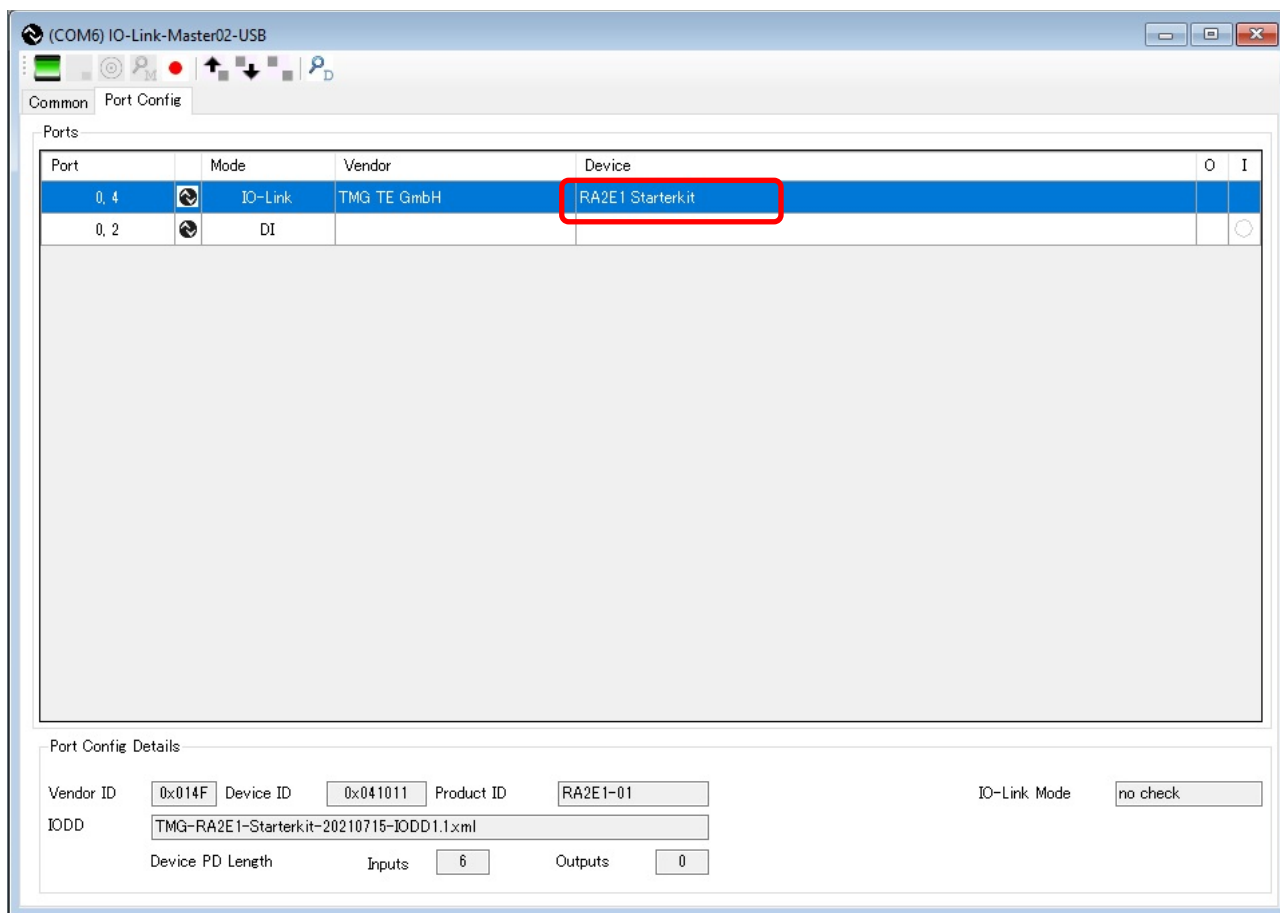

図 7-12 IO-Link Device Tool V5.1 – PE (IO-Link マスターとデバイスの接続成功)
6. マスターとデバイス間の接続が成功すると、図 7-12 のように IO-Link Master に接続されているデバイスの一覧に"RA2E1 Starterkit"が追加されます。